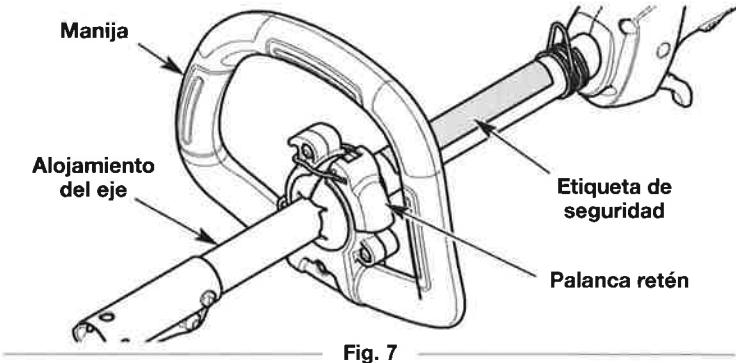

Fig. 7
- Mantenga la unidad en la posición de funcionamiento (Fig. 15). Mueva la manija hacia arriba o abajo del alojamiento del eje hasta que esté en una posición cómoda (Fig. 7). Compruebe que la manija esté ubicada más allá del extremo de la etiqueta de seguridad (Fig. 7).
- Levante la palanca retén para aflojar la manija (Fig. 7).